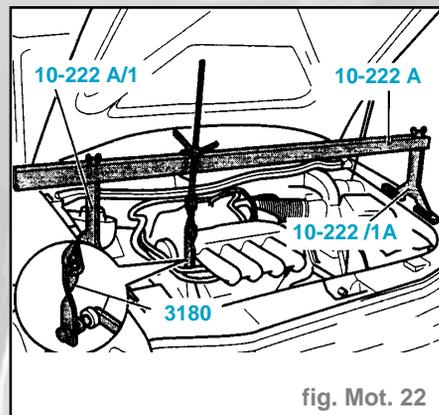

fig. Mot. 22
- Mettre en place le dispositif de suspension 10-222 A avec les appuis 10-222 A/1 (fig. mot. 22).